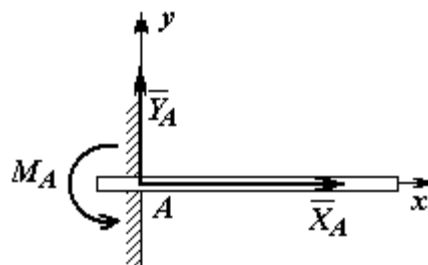

Рис. 1.20. Реакция жесткой заделки
**Жесткая заделка.** Такая связь (рис. 1.20) препятствует не только линейным перемещениям тела, но и повороту. Реакция жесткой заделки состоит из силы
реакции  $\vec{R}_A$  и пары сил с моментом  $M_A$ . Силу реакции жесткой заделки  $\vec{R}_A$  изображают ее составляющими  $\vec{X}_A$  и  $\vec{Y}_A$ , направленными вдоль координатных осей (см. рис. 1.20). Величина силы реакции  $\vec{R}_A$  определяется по формуле:  $R_A = \sqrt{X_A^2 + Y_A^2}$ .